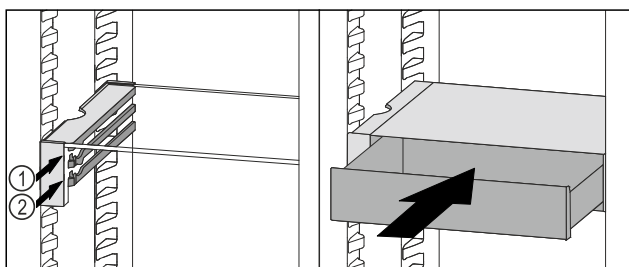

Fig. 140
- ▶ Predal VarioSafe namestite za zaustavljalnimi elementi na želeni nastavek Fig. 140 (1) ali Fig. 140 (2).